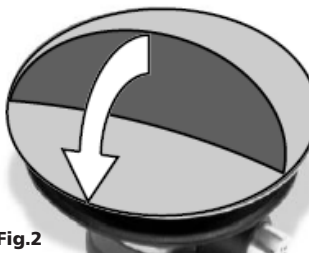

Fig.2
Antes de operar o equipamento, deite algumas gotas de óleo (D) na abertura de entrada de ar (F) da ferramenta pneumática. Escolha a lixa correta, conforme necessário, e monte-a no prato (fig.2).